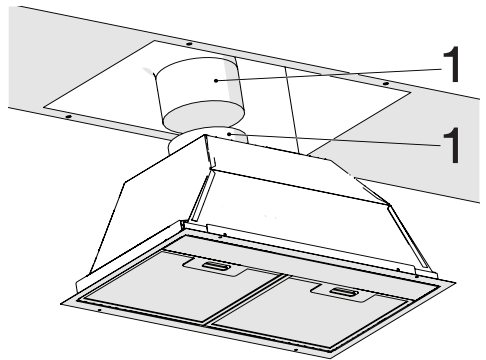

Fig. 4
- Encaixe o tubo de saída de ar à chaminé da saída de ar e aperte com uma braçadeira (Fig. 4).